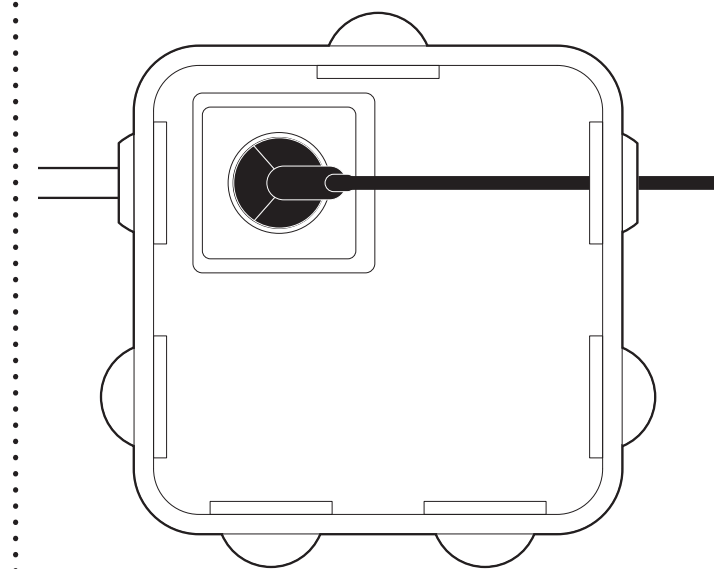

Fig. 2
- Avec une prise compatible (fig 2) : utilisez la fiche fournie avec le câble.